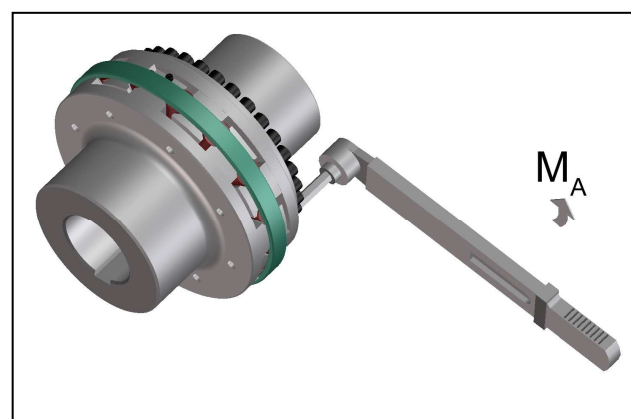

Bild 11
- Ziehen Sie die Schrauben mit dem in Tabelle 9 vorgeschriebenen Anzugsdrehmoment M_A fest (Bild 11).